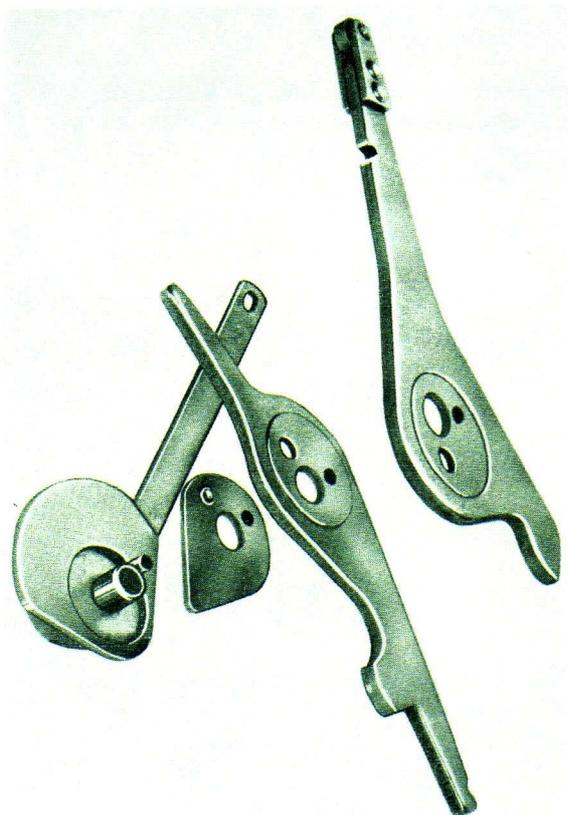
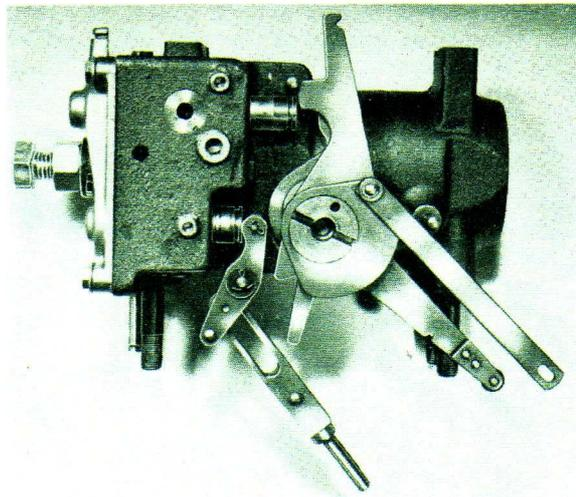

Fig. 11
Fig. 12
- 1° Assembler les excentriques comme indiqué à la fig. 11 et monter l'ensemble sur le vérin, fig. 12.